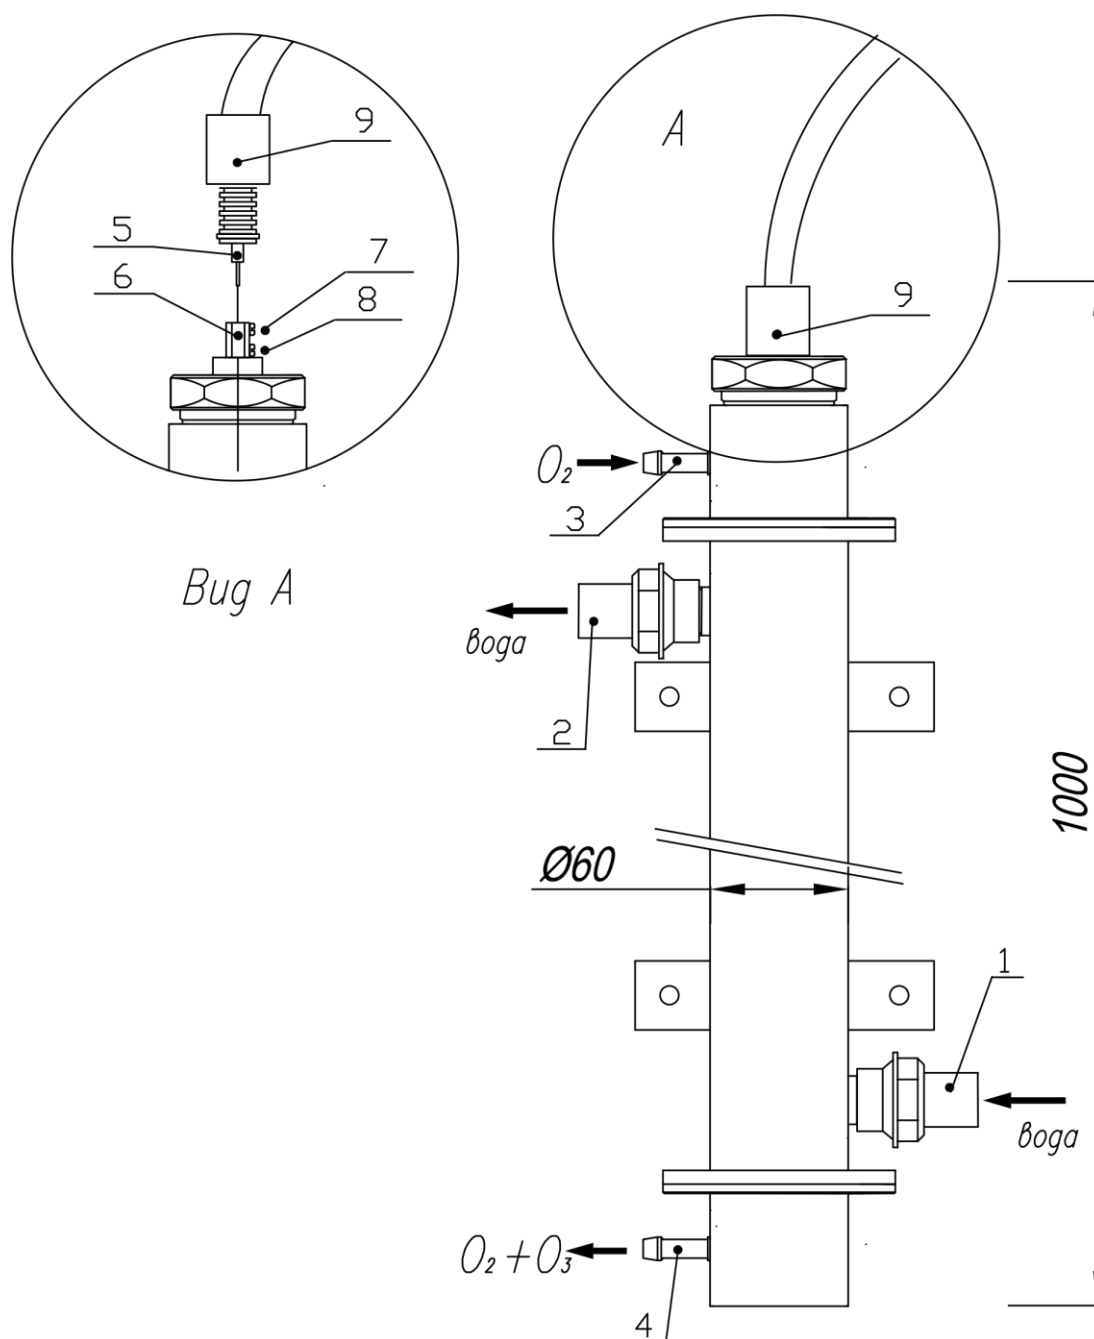

Рис.1 Внешний вид камеры генератора озона XENOZONE-XOZ-10
Внешний вид смонтированного генератора показан на Рис.1. Камера озонатора соединяется с водяной магистралью входным (1) и выходным (2) патрубками. Кислород (или осушенный воздух) подается в верхний штуцер (3) генератора и выводится через нижний штуцер (4).